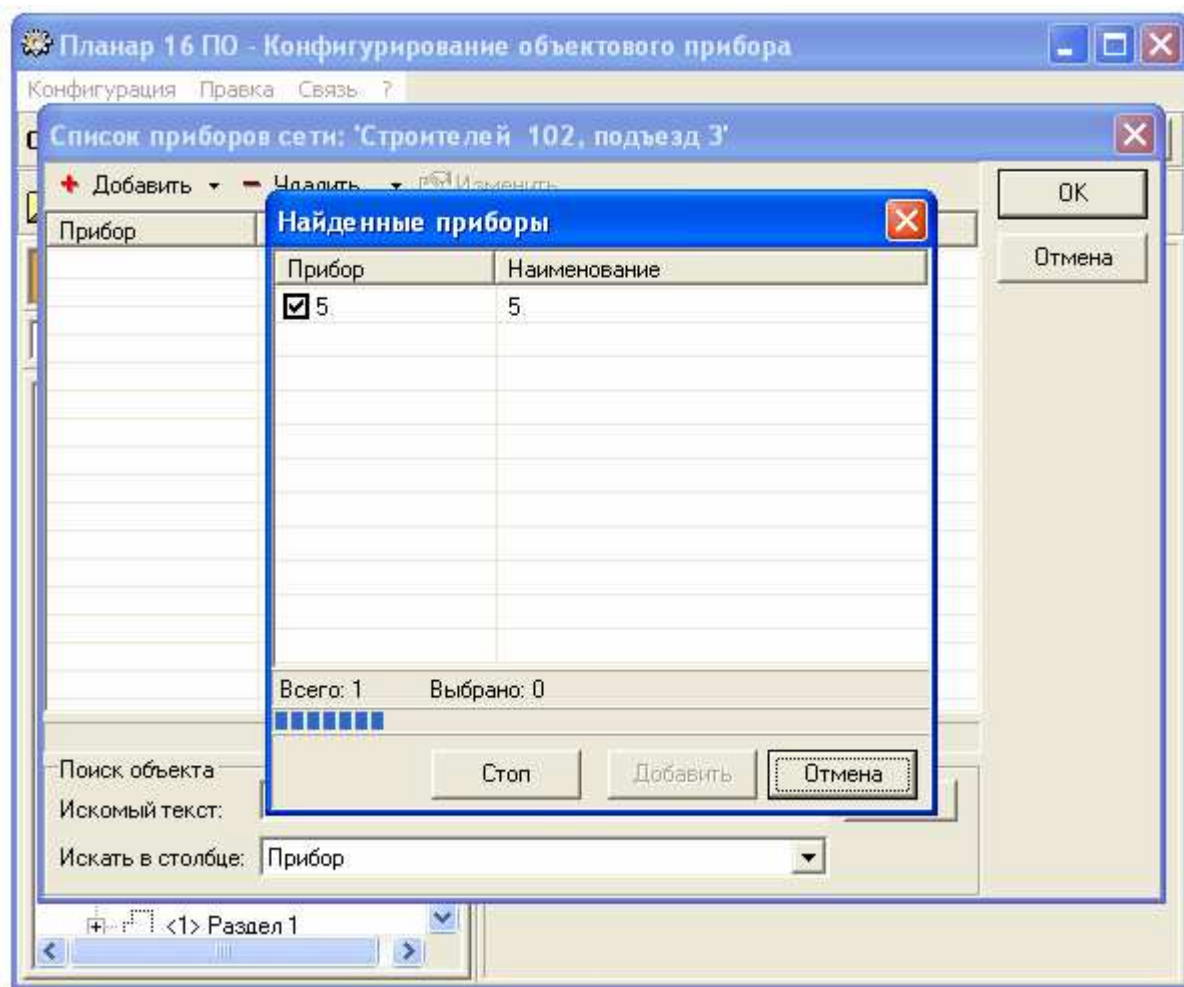

Рис. 12.5 Автоматический поиск приборов локальной сети
12.2.2.3.7. Типовое окно программы конфигурирования объектового прибора в режиме автоматического поиска приборов локальной сети приведено на рис.12.5.